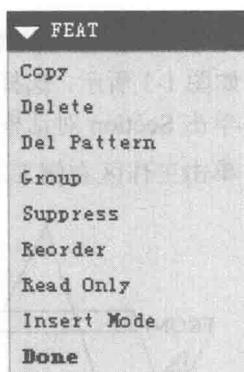

图 1-8
- (1) 单击菜单 Edit→Feature Operations 命令，打开如图 1-8 所示的 FEAT 菜单。
- (2) 依次单击 Copy→Mirror→Select→Dependent→Done 命令。